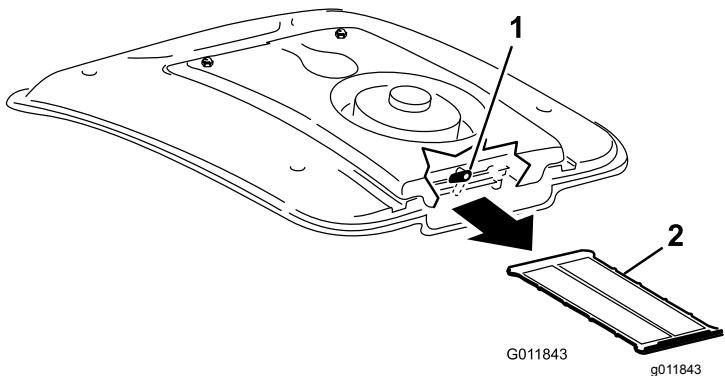

Figura 117
- En la parte trasera del soporte del ventilador, gire el cierre a un lado (Figura 117).
- Retire el filtro del aire acondicionado de debajo del serpentín del aire acondicionado (Figura 117).
- Limpie la rejilla a fondo con aire comprimido (Figura 117).